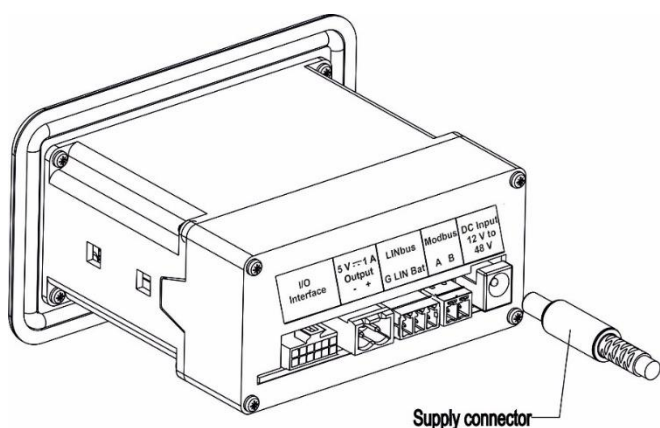

图 10 使用桶形连接器插入电源
- 使用桶形连接器电源线将 SMPS 输出连接到 Equiplog 数据记录器，如图 10 所示。